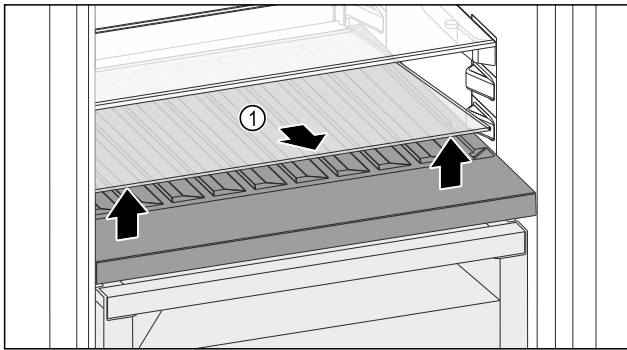

Fig. 98
- Soulever la plaque de verre Fig. 98 (1) au niveau de l'événement avant et la retirer.
- Entreposer la plaque de verre Fig. 98 (1) dans un endroit sûr hors de l'appareil.